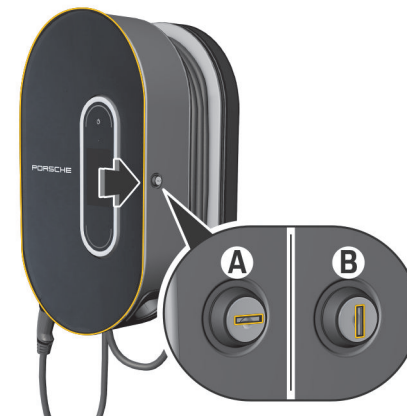

Fig. 62 Borne de recharge
- ▶ Tournez la serrure dans la position **A** (Fig. 62).
- ▶ Tournez la serrure dans la position **B** (Fig. 62).